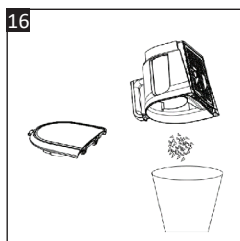

Fig. 16
3. Goliți conținutul într-un coș de gunoi (**Fig. 16**).